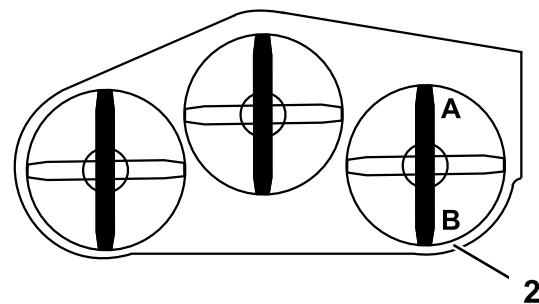

Рисунок 95
2. Расположите один нож в продольном направлении. Измерьте высоту в точках **A** и **B** от горизонтальной поверхности до режущей кромки на конце ножа (Рисунок 95).